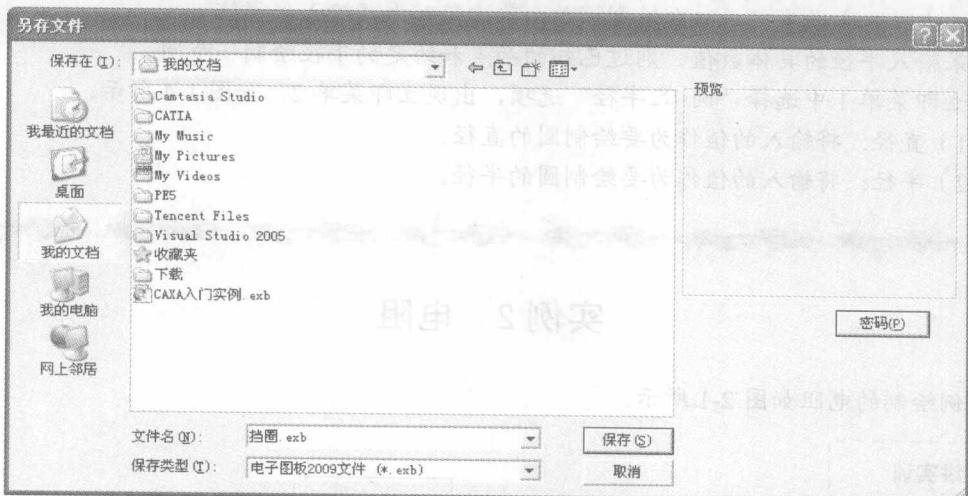

图 1-8 “另存文件”对话框
**Step6** 保存文件。选择菜单栏中“文件”→“保存”命令，弹出“另存文件”对话框，如图 1-8 所示，选择保存路径，输入文件名称为“挡圈”，单击“保存”按钮完成保存。